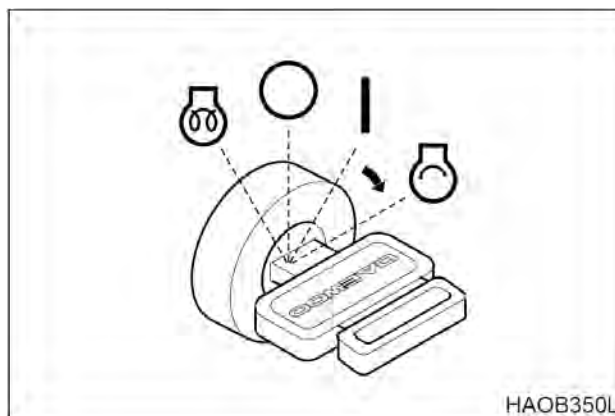

Рис. 4
4. Повернуть стартер в положение запуска  (START), рис. 4. Двигатель должен завестись приблизительно через 5 секунд.